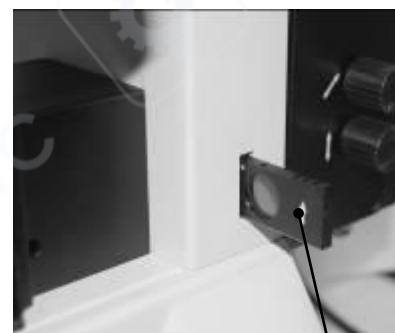

Рис. 9
Фильтры этого прибора установлены в круглый паз на панели управления фильтром ①. Доступны желтый, зеленый, синий фильтры, матовое стекло и световое отверстие. С помощью выдвижной панели можно выбирать различные фильтры или матовое стекло для изменения фона изображения или яркости освещения. Вставляйте панель фильтров с правой стороны основного блока, с маркировкой "↑", обращенной к наблюдателю. См. рисунок 9.